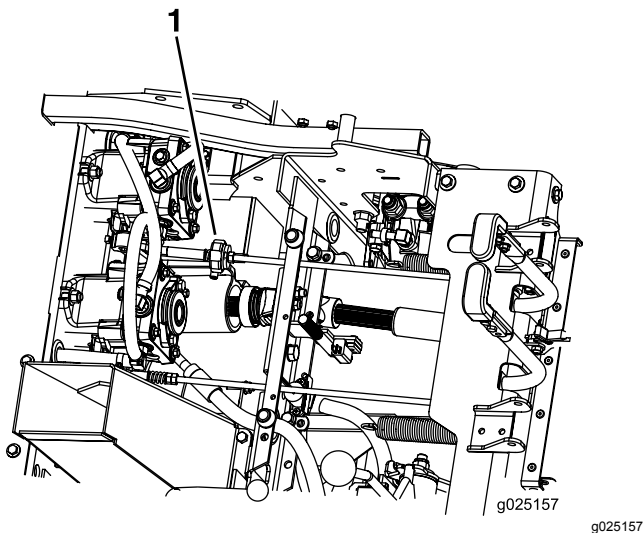

Figura 41
6. Asegúrese de que la máquina no se desplace en punto muerto con el freno de estacionamiento quitado (Figura 41).